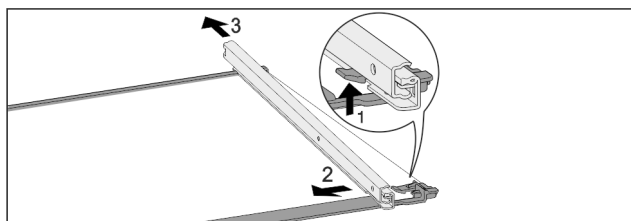

Fig. 40 Стеклаяя пластина с направляющими
- ▶ Отожмите передний стопорный крючок вверх. Fig. 40 (1)
- ▶ Сдвиньте выдвижную направляющую в сторону Fig. 40 (2) и назад Fig. 40 (3).